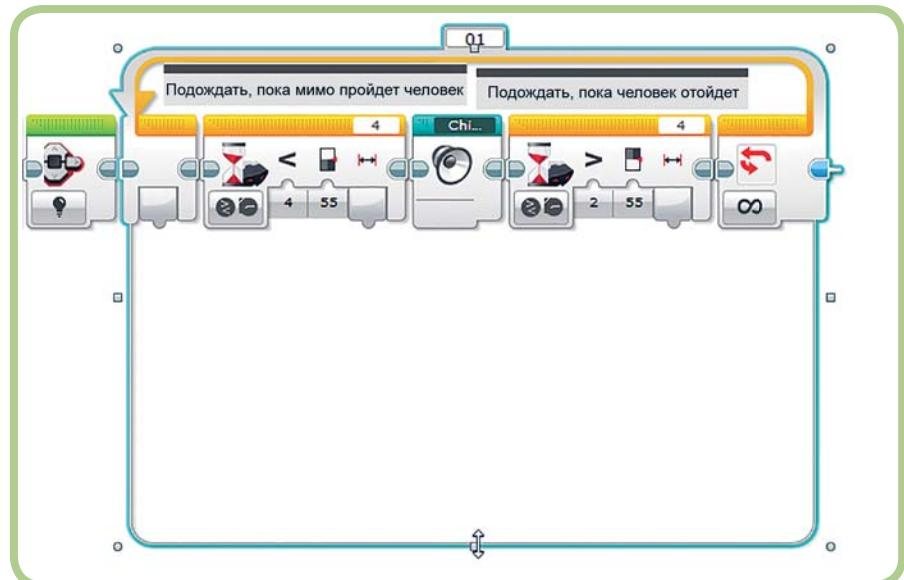

Рис. 18.9. Создание области для второй последовательности
- Выдели блок **Цикл** (Loop) и перетащи средний маркер на его нижней границе, чтобы создать область для добавления еще одной последовательности (рис. 18.9).